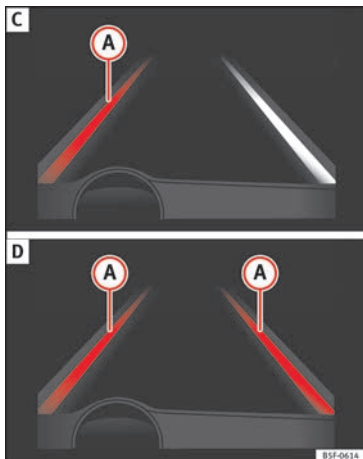

Bild 213 På instrumentpanelens display: Indikationer på Lane Assist-systemets display (exempel 2)
- Systemet fungerar, den markerade linjen A indikerar att det fanns en risk för att ofrivilligt korsa fillinjen och att styrningen justeras till korrekt vinkel »» bild 213 C.
- Två gula linjer A tänds samtidigt när båda fillinjerna har upptäckts och Lane Assist-funktionen är aktiv »» bild 213 D.